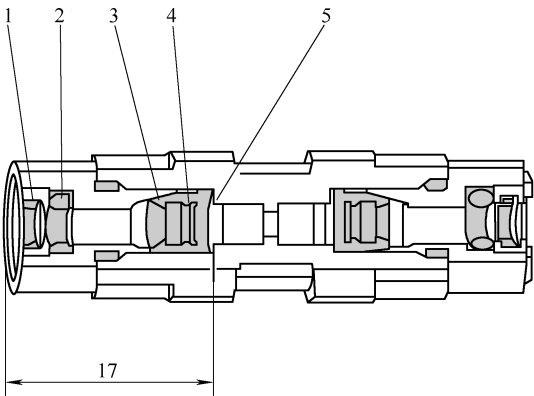

图 4-2-15 连接管路
(3) 将海绵胶插到两条管路上，安装新管路连接器。管路连接器上的连接件已用拧紧力矩拧紧，空气管路只允许用插入的方式连接。
(4) 拆下运输保护罩。
(5) 如图 4-2-15 所示，将旧空气管路推过密封环 1 和 2，然后略微用力将空气管路推过切割环的边缘 3 和 4，直至管路连接器的限位位置 5，将海绵胶推到连接件上。
(6) 对新空气管路重复上述工作步骤。